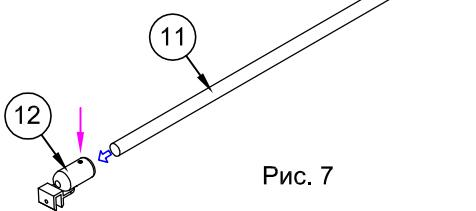

Рис. 7
3.1. Соединить крепление штанга - стекло №12 со штангой №11. Шестигранным ключом закрутить винт и зафиксировать держатель стекла на штанге (рис.7).